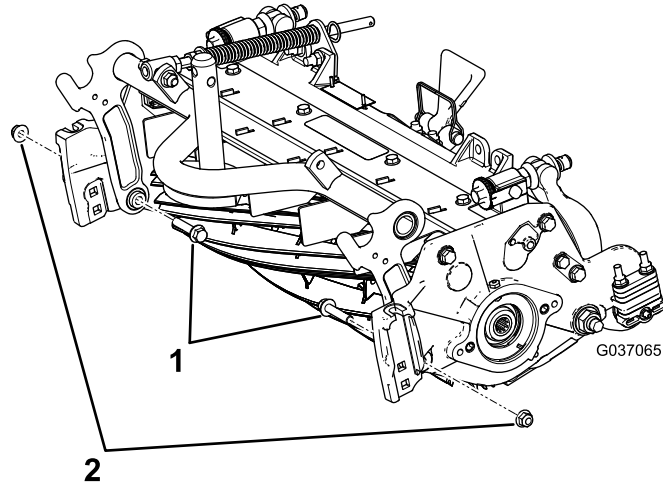

图 6
- B. 从滚刀组内侧安装 2 个现有的凸缘头螺栓然后用 3/8 英寸凸缘锁紧螺母固定图 6。